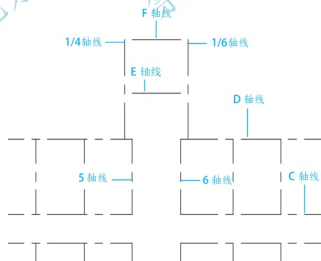

图 2.36 用【修剪】命令修剪后的图形
(2) 执行【修剪】命令，将图修改成如图2.36所示的状态。